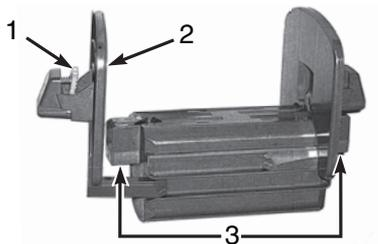

Bild 15, Rollenaufnahme
1. Entfernen Sie die Rollenaufnahme (**Bild 15**) aus dem Drucker, indem Sie sie nach oben aus dem Rahmen ziehen.
Unterhalb der seitlichen Endstücke auf beiden Seiten des Materialhalters befinden sich elektrische Kontakte (Bild 15, 3). Achten Sie darauf, diese elektrischen Kontakte nicht zu beschädigen, damit der Brady IP-Drucker weiterhin die Kennzeichnung des Etikettenmaterials richtig lesen kann.
2. Drücken und halten Sie den grünen Knopf (**Bild 15, 1**) an der Rollenaufnahme und ziehen Sie das Endstück (**Bild 15, 2**) ab.